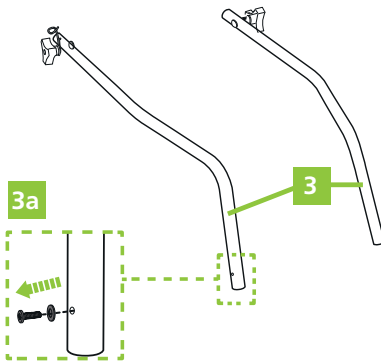

Abbildung 1
1. Entfernen Sie die Schrauben (3a) am unteren Lenker (3) und halten Sie diese griffbereit (Abb. 1).